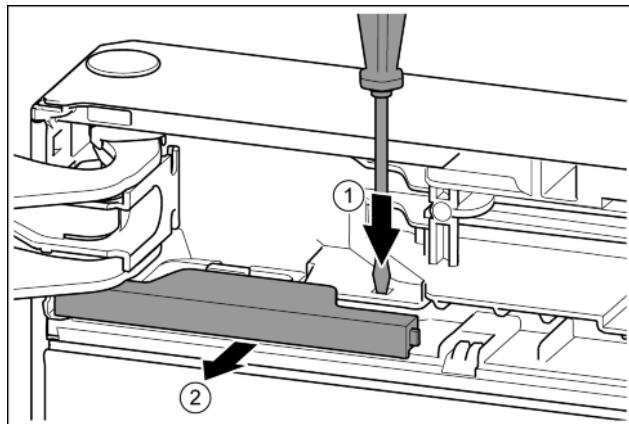

Fig. 8
- Нажать накладку шлицевой отверткой. Fig. 8 (1)
- Вынуть крышку из зацепления. Fig. 8 (2)